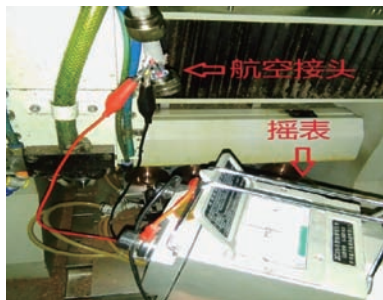
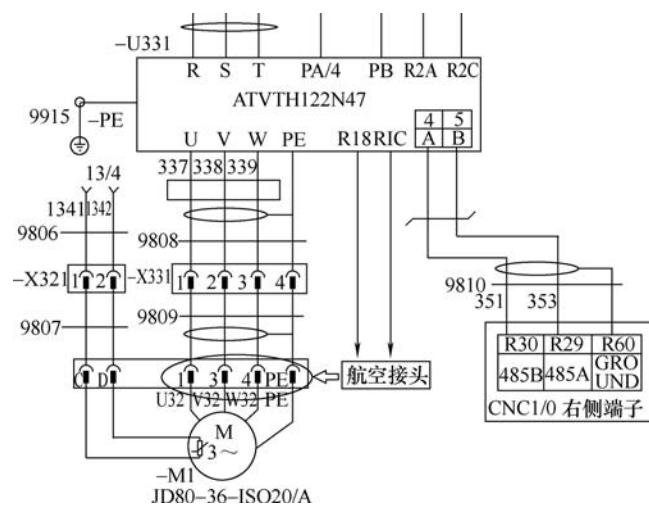

图2 主轴电动机诊断图
图3 主轴电动机电路图
组成，因此拆开主轴电动机上的航空接头与电缆线的连接处，把三相动力电源线剪断。⑤使用摇表分别测量电缆线的相相间与相地间的绝缘电阻，同时也对航空接头处的相相间与相地间的绝缘电阻进行测量，最后发现是主轴六芯电缆屏蔽线损坏，更换即可排除故障，具体流程如图2、图3所示。